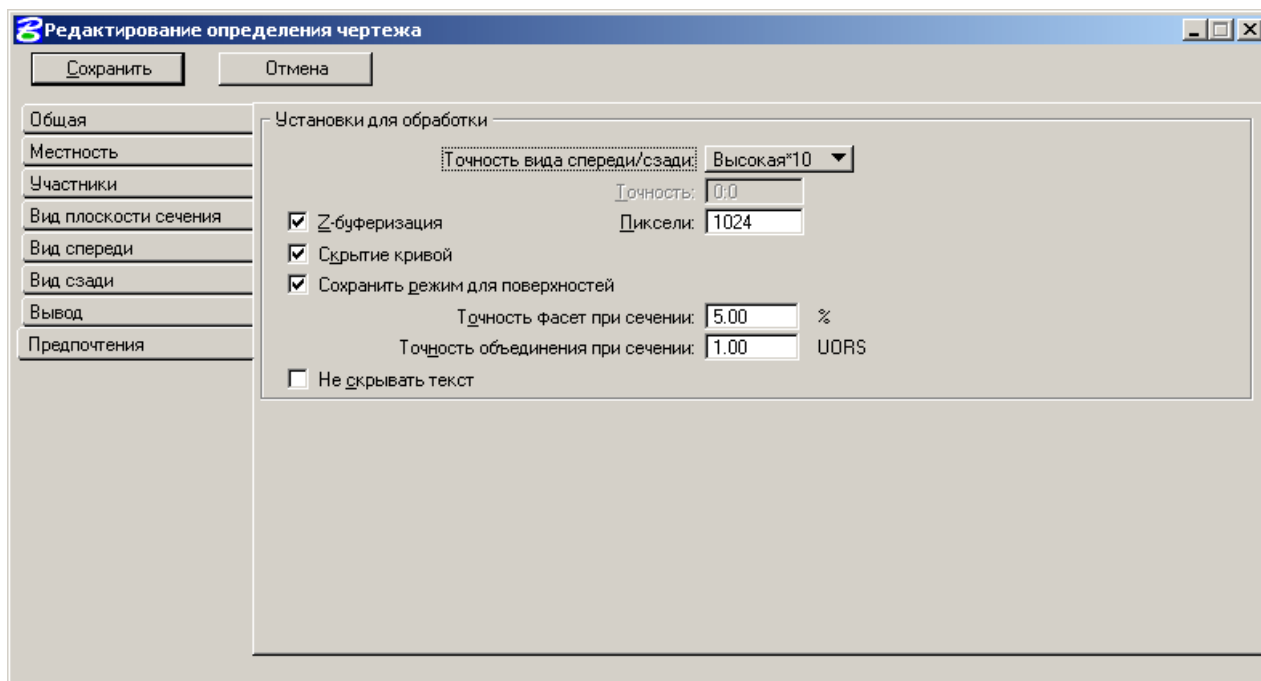

Рисунок 37
- В закладке *Предпочтения* (Рисунок 37):